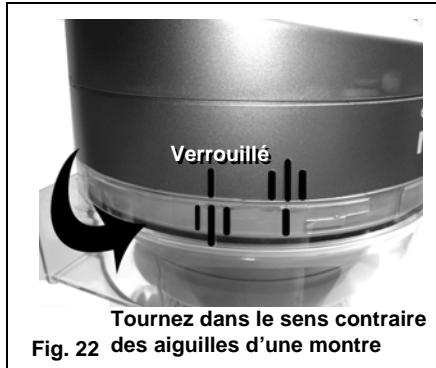
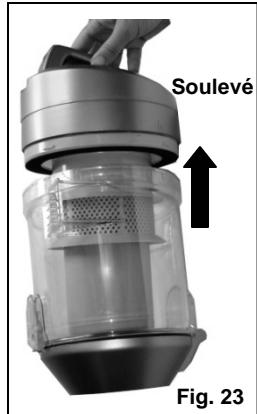

Fig. 22 Tournez dans le sens contraire des aiguilles d'une montre
Fig. 23
2. Tout en tenant le contenant de poussière, tournez la poignée du contenant dans le sens contraires des aiguilles d'une montre et soulevez-le afin de séparer la chambre cyclonique du contenant de poussière. (Fig. 22, Fig. 23, Fig. 27)